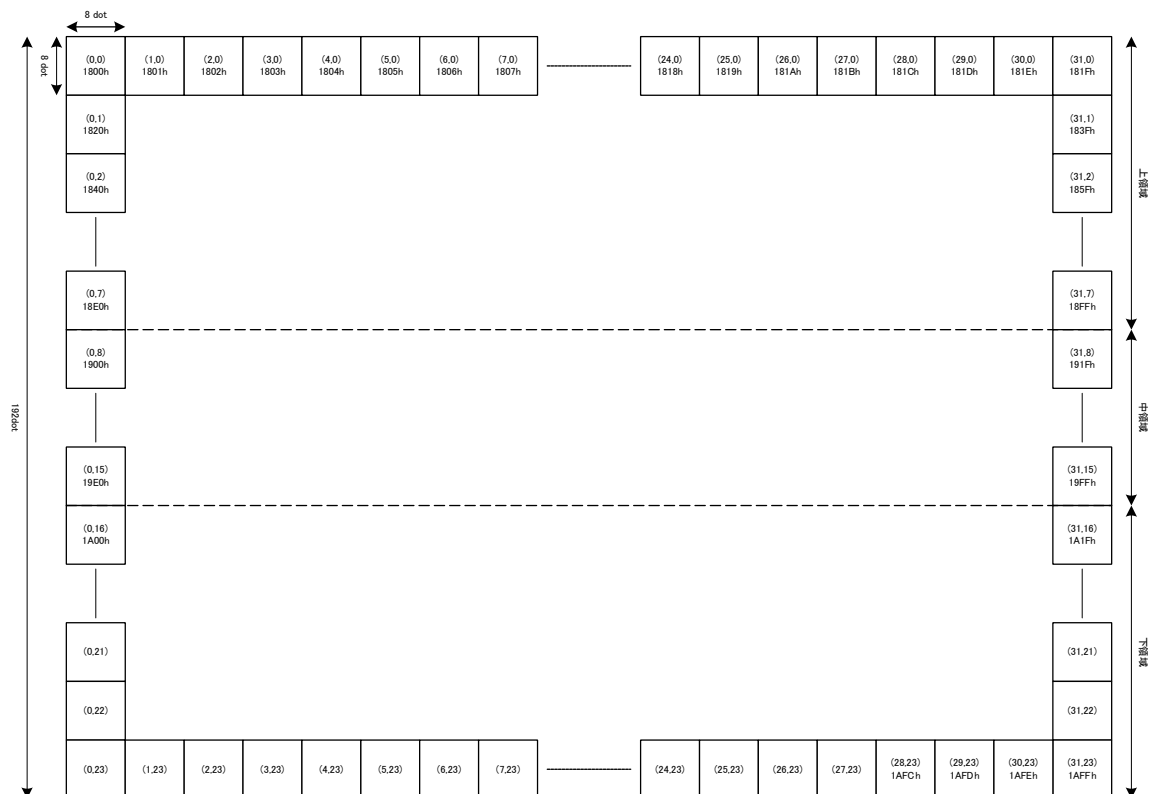

図 2.2.4.1-1. SCREEN2 の上中下分割イメージ
(1)の特徴ですが、水平32パーツ、垂直8パーツの領域で分割されています。説明の便宜上これらの名前を、(0,0)-(31,7)の上領域、(0,8)-(31,15)の中領域、(0,16)-(31,23)の下領域とします。Pattern Name TableのサイズはSCREEN1と同じですが、これを上領域・中領域・下領域に分割しているため、図2.2.4.1-1のような対応関係になります。